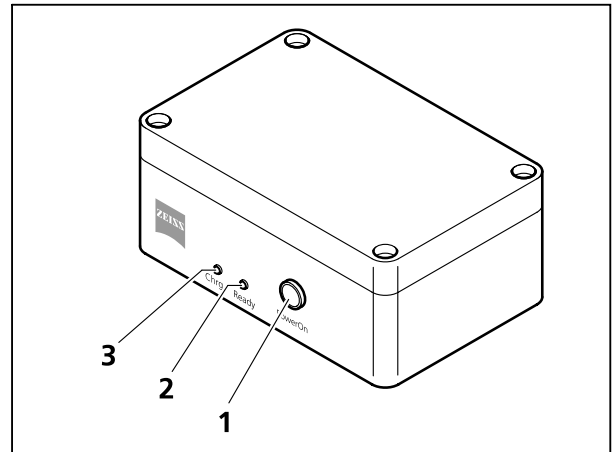

Figura 14 Fuente de alimentación con pilas
Cuando la fuente de alimentación con pilas está conectada a una caja de enchufe de la red a través de la unidad alimentadora enchufable del microscopio, el indicador luminoso de alimentación verde **Ready** (Figura 14/2) luce. Las pilas se cargan automáticamente.
La lámpara indicadora de carga amarilla **Chrg** (Figura 14/3) luce durante el proceso de carga y se apaga tan pronto que el proceso de carga termine. Se puede usar el microscopio ilimitadamente durante el proceso de carga. En este caso recibe la corriente de la red eléctrica.
- Se enciende la fuente de alimentación con pilas por pulsación breve del botón **PowerOn** (Figura 14/1).